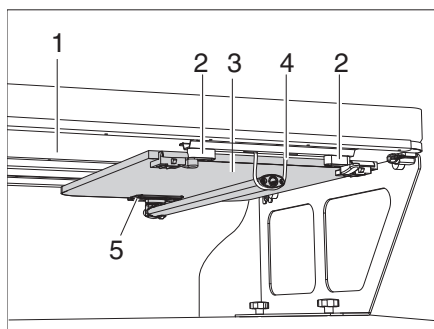

Figure 36 Table suspendue sous la rallonge de lit
La table suspendue avec pied télescopique fait partie intégrante du paquet Outdoor et permet de compenser les inégalités du sol en réglant le pied de support. La table suspendue (Figure 36,3) est fixée sous la rallonge de lit (Figure 36,1).
- Tourner deux étriers (Figure 36,2) de 90°.
- Décrocher le caoutchouc de support (Figure 36,4) sur le pied télescopique.
- Pousser la table suspendue sous la rallonge de lit dans la butée (Figure 36,5).
- Accrocher le caoutchouc de support (Figure 36,4) sur le pied télescopique.